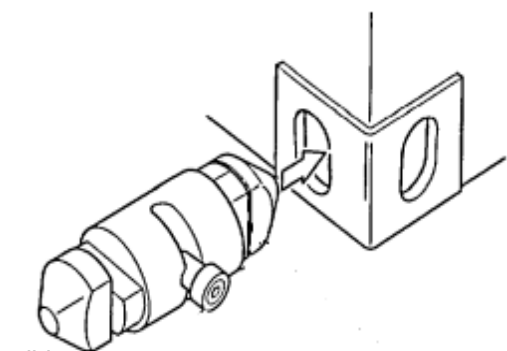

Bild 3
- Förbindning med SeaLock-Connectors (Bild 3)